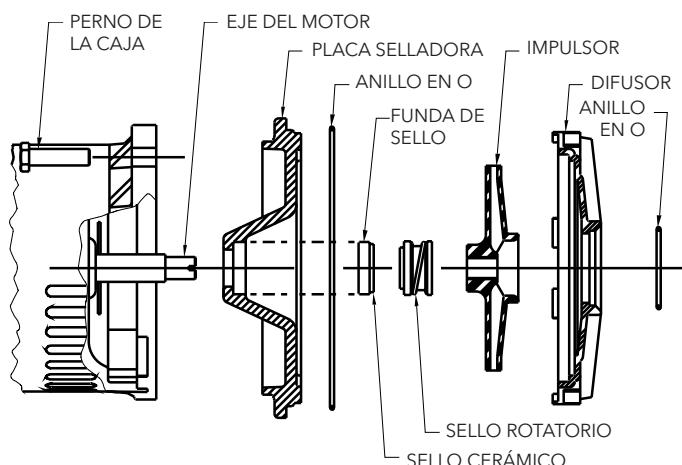

FIGURA 11
9. Deslice la parte rotatoria del conjunto del sello y sepárela del eje (Figura 11). Separe la placa selladora del motor.
3. Inserte la funda de goma y el sello de cerámica (con el lado pulido expuesto) en la placa selladora. Fabrique una arandela de cartón para cubrir la superficie del sello de cerámica mientras es presionado para calzarlo en posición. La arandela de cartón se usa para evitar rayar la superficie de cerámica. Deseche la arandela de cartón una vez instalado el sello de cerámica. (Figura 11).